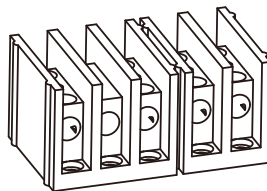

Figura 5.8 Terminal CA
1) Remova os 8 parafusos da caixa de junção do inversor e remova a tampa conforme imagem 5.7. Após remover a caixa de junção, você poderá ver os terminais do Inversor. O padrão é de 4 dígitos, conforme mostrado na Figura 5.8.